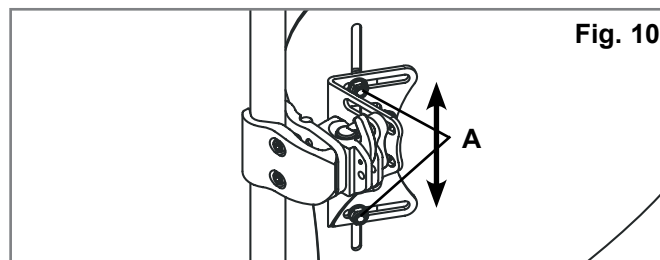

Fig. 10
1. Ajustamento da Altura (Fig. 10)
- Desaperte as porcas do suporte (A) e ajuste a altura da cobertura do encosto para a posição pretendida.
- Aperte com firmeza as porcas do suporte (A). A força de torção recomendada é 75 - 85 in-lbs. (8,5 - 9,3 Nm).